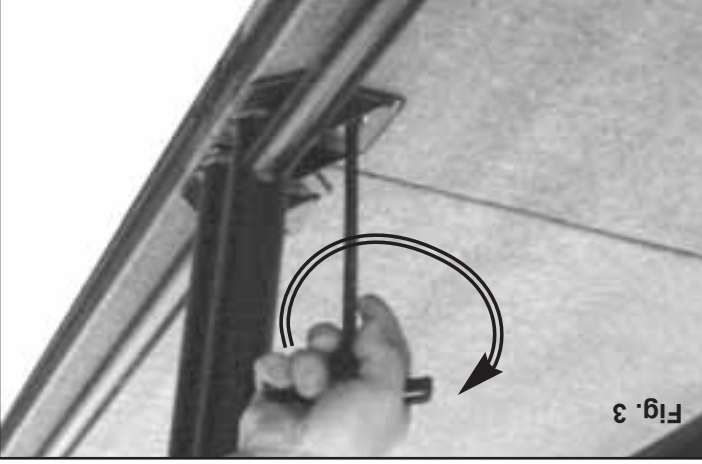

Fig. 3
3. Bolt the end loop to the guardrail. (See Fig. 3)
3. Fije la anilla del extremo a la baranda con pernos. (Vea la Fig. 3)